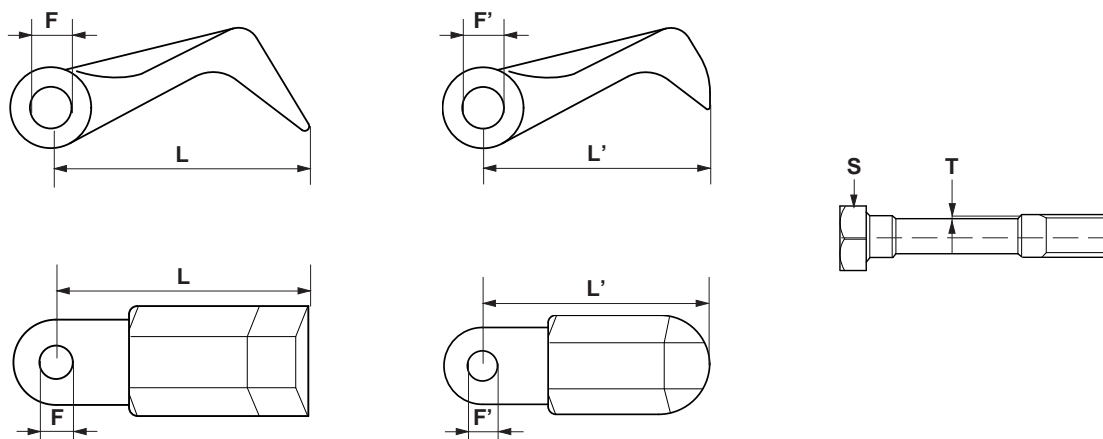

fig.21
- Il diametro del foro di fissaggio «F» non deve essere ovalizzato più 2 mm, rispetto al diametro originale (fig.21).
- La lunghezza «L» dei coltelli non può scendere oltre 15 mm. rispetto la lunghezza originale (fig.21).
- L'usura «T» del perno è superiore a 2 mm (fig.21).